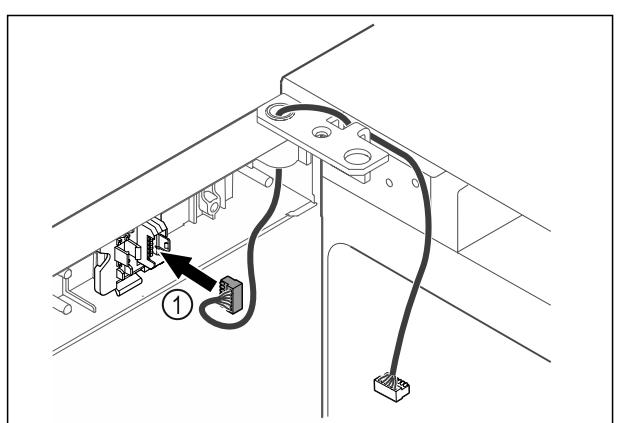

Fig. 44
- Introduceți fișa Fig. 44 (1) în suportul fișei.